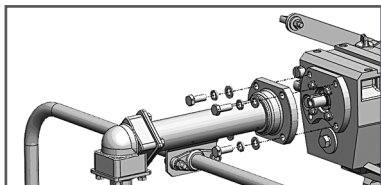

Рис. 6 Закрепление опорной консоли на корпусе мотоблока
5. Закрепить кронштейн консоли на корпусе мотоблока через переходной фланец (Рис. 6).